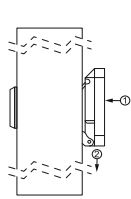

fig. 4/rys.4/Abb. 4/
11. Закрыть и подвесить монитор на кронштейне (рис. 4).
11. Fermer et suspendre le moniteur au support (fig. 4.).
Dessin 4/Рис. 4/obr. 4
11. Schließen Sie das Monitorgehäuse und hängen Sie den Monitor an die Halterung (Abb. 4).
11. Zamknij i zawieś monitor na wsporniku (rys. 4.).